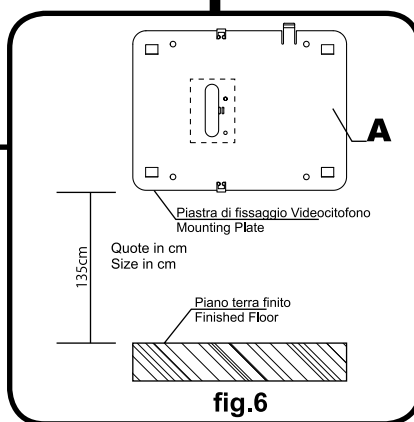

fig.6
- Appoggiare al muro la piastra di fissaggio **A** come indicato in **fig.6** (135cm da terra); prendere i riferimenti dei quattro fori per l'inserimento dei 4 tasselli ad espansione **B** (**fig.4**) e, nel caso si impieghi, prendere il riferimento per la scatola da incasso **C** (**fig.4**), che dovrà essere murata in posizione centrale rispetto all'apertura **D** al fine di agevolare il passaggio dei fili come mostrato in **fig.4**.
- Place the mounting plate **A** against the wall as shown in **fig.6** (135cm from floor level); and mark the fixing holes for the four wall plugs **B** (**fig.4**) and for the back box **C** if used (**fig.4**) which must be flushed into the wall in line with the opening **D** as shown in **fig.4**.